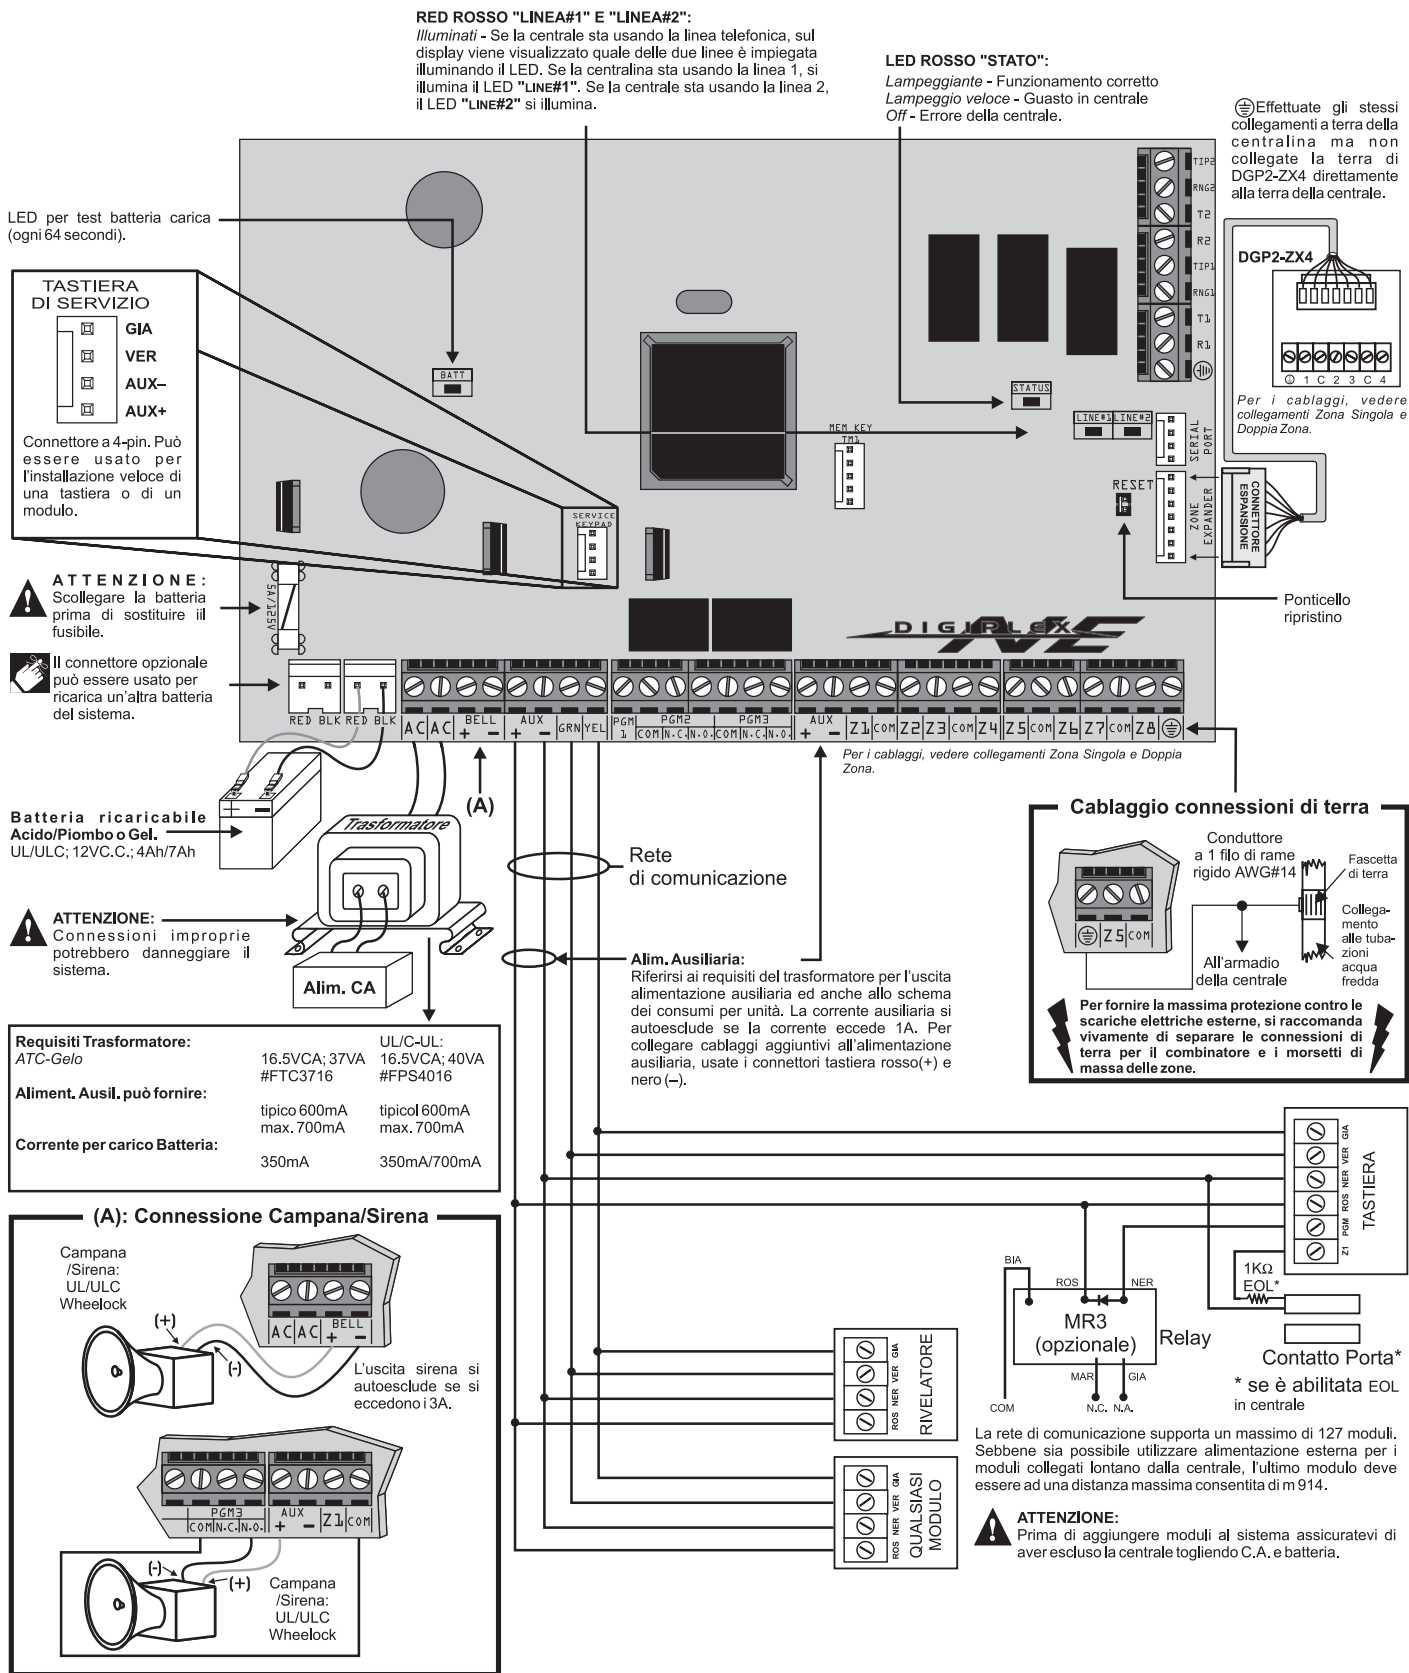

FIGURA 3-3 DIAGRAMMA DELLA SCHEDA ELETTRONICA DELLA CENTRALE DIGIPLEXNE
Per la massima protezione contro i fulmini, usate messe a terra diverse per la zona e per il combinatore. (si veda figura 3.3).
Usate un trasformatore da 16,5Vac (50/60Mhz) con un minimo di 20VA per garantire sufficiente alimentazione (CA). Per un'alimentazione maggiore usate un trasformatore da 40VA. Non usate mai scatole di connessione controllate da un commutatore per alimentare il trasformatore. Collegate il trasformatore come mostrato nella figura 3-3.
L'alimentazione ausiliaria può fornire energia ai rilevatori di movimento, alle tastiere e ad altri dispositivi del sistema d'allarme. Un circuito senza fusibili protegge l'uscita dell'alimentazione ausiliaria da sovraccarichi di corrente e si esclude automaticamente tutte le volte che la corrente supera 1.1A. L'alimentazione ausiliaria viene ripristinata non appena termina il sovraccarico. Per maggiori dettagli sull'uscita alimentazione, si veda la figura 3-3 a pag. 10. Per calcolare il consumo di energia, si veda a pag. 11 "Come calcolare l'alimentazione adeguata"
I morsetti BELL + e BELL - alimentano le sirene e / o altri dispositivi di segnalazione che richiedono un'uscita con un voltaggio fisso durante l'allarme. L'uscita sirena fornisce 12Vdc in allarme e può supportare una sirena da 30 Watt oppure 2 sirene da 20 Watt. L'uscita sirena utilizza un circuito senza fusibili e si esclude automaticamente tutte le volte che la corrente supera i 3A. Quando il sovraccarico sulla sirena ritorna ai valori normali (3A), la centralina ripristina automaticamente la corrente sui morsetti della sirena. Quando collegate la sirena, verificate sempre la polarità come mostrato nella Figura 3-3. Le PGM2 o PGM3 sono relé da 5A ognuna e se programmate come uscita sirena, possono essere usate per alimentare la sirena e / o altri dispositivi di segnalazione sonori.
E' possibile assegnare un dispositivo collegato al morsetto d'ingresso della tastiera ad una zona a bordo centrale e definire i parametri della zona (si veda Programmazione della zona). La tastiera utilizza tecnologia Guardwall per comunicare lo stato della zona alla centrale tramite la rete di comunicazione. Il dispositivo di rilevazione va collegato come indicato nella figura 3-3 .
Il modulo di espansione a 4 zone (DGP2-ZX4), prevede 4 morsetti per 4 zone aggiuntive (8 zone col sistema ATZ) via filo. Questo modulo si collega direttamente alla centrale sul connettore EXPANSION a bordo centralina come indicato sulla figura 3-3:
Collegate a stella e/o a margherita come indicato sulla figura 3-3 . Il dispositivo finale collegato alla rete non deve distare a più 914m. dalla centrale. Per assegnare un sensore ad una zona in centrale si veda “Programmazione della zona “.